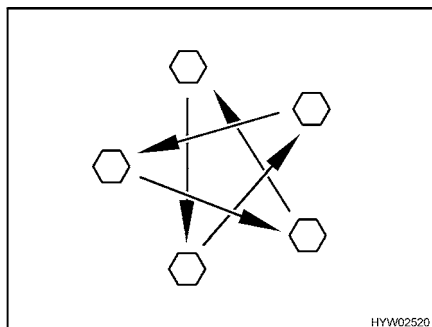

Fig. 245 Serrer en croix les écrous ou les boulons de roue
- Vérifier régulièrement le serrage des écrous ou des boulons de roues. Resserrer alternativement et en croix (Fig. 245) tous les écrous ou les boulons de roue 50 km après le changement d'une roue.
- ▷ Serrer en croix les écrous ou les boulons de roue (Fig. 245).